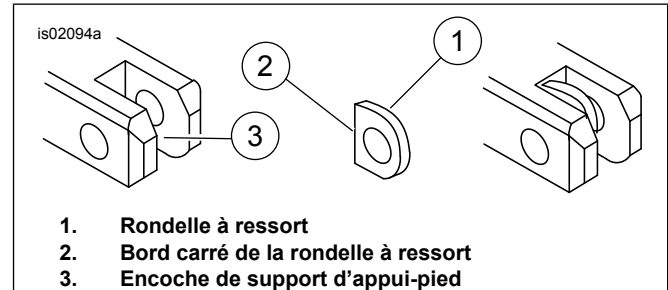

Figure 1. Pose de rondelle à ressort d'appui-pied
Voir Figure 1. Pour effectuer l'étape suivante, vérifier que la rondelle à ressort est positionnée à l'intérieur du support d'appui-pied avec le bord carré (2) vers l'intérieur du support.
4. Installer les nouveaux appui-pieds de la même façon que les anciens. Insérer une rondelle à ressort (1) et l'extrémité de montage de l'appui-pied à l'intérieur des encoches des supports d'appui-pied (3).